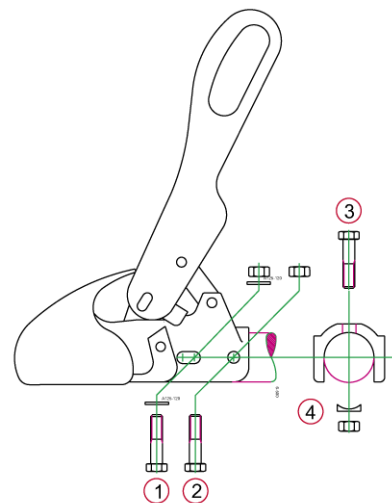

Bild 3: Anschluss
**2.2** Die Zugkugelkupplung **WS 3000 D-S** kann mit Längs- (1)+(2) oder Kreuzverschraubung (1)+(3) und den Lochabständen von 40/50/54mm montiert werden. Die Zugkugelkupplung **WS 3000 H-S/L-S** kann mit Kreuzverschraubung (1)+(3) und dem Lochabstand 40mm montiert werden. Das Befestigungsmaterial gehört zum Lieferumfang und ist wie folgt einzusetzen: (Bild 3)
**2.3** Wird die Zugkugelpkupplung WS 3000 als Ersatz für einen anderen Kupplungstyp eingesetzt, so ist bei Auflaufeinrichtungen darauf zu achten, daß der Stoßdämpfer wieder vorschriftsmäßig montiert und evtl. im Zugrohr vorhandene Distanzrohre korrekt aufgefädelt werden. Als Hilfsmittel bitte die mitgelieferten Bolzen  $\varnothing 12 \times 34$  mm oder  $\varnothing 12 \times 49$  mm je nach Deichseldurchmesser verwenden. Bolzen als Durchschlag bei der Demontage der Befestigungsschraube (2) oder (3) (Bild 3) je nach Befestigungsart des Stoßdämpfers verwenden und während der Montage/Demontage der Zugkugelpkupplung zur Zentrierung des Stoßdämpfers im Zugrohr stecken lassen. Beim Durchstecken der neuen Befestigungsschraube, Bolzen wieder entfernen.